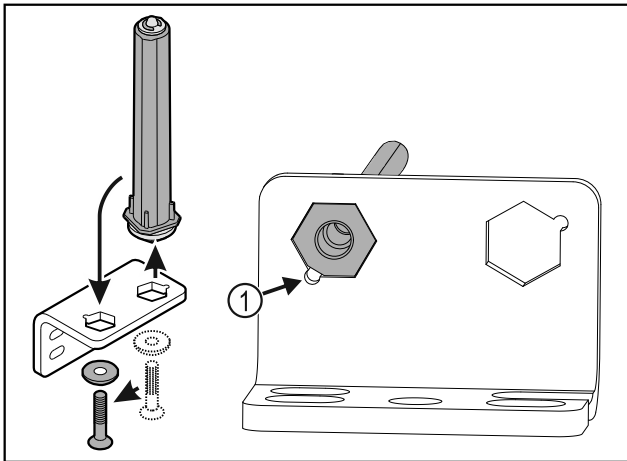

Fig. 40
- ▶ Проследите за тем, чтобы при установке скос пальца Fig. 40 (1) указывал в направлении круглого отверстия.